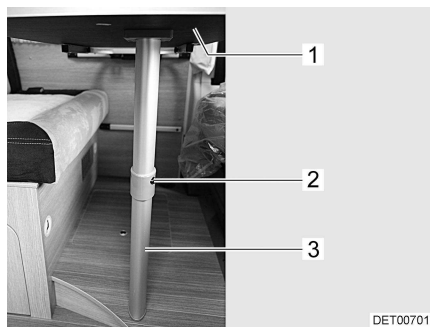

Bild 40 Sängbotten
- Lyft upp bordsskivan (Bild 40,1) något framtill.
- Tryck på låsknappen (Bild 40,2) och fäll upp den nedre delen av det ledade stödbenet (Bild 40,3) 90°.